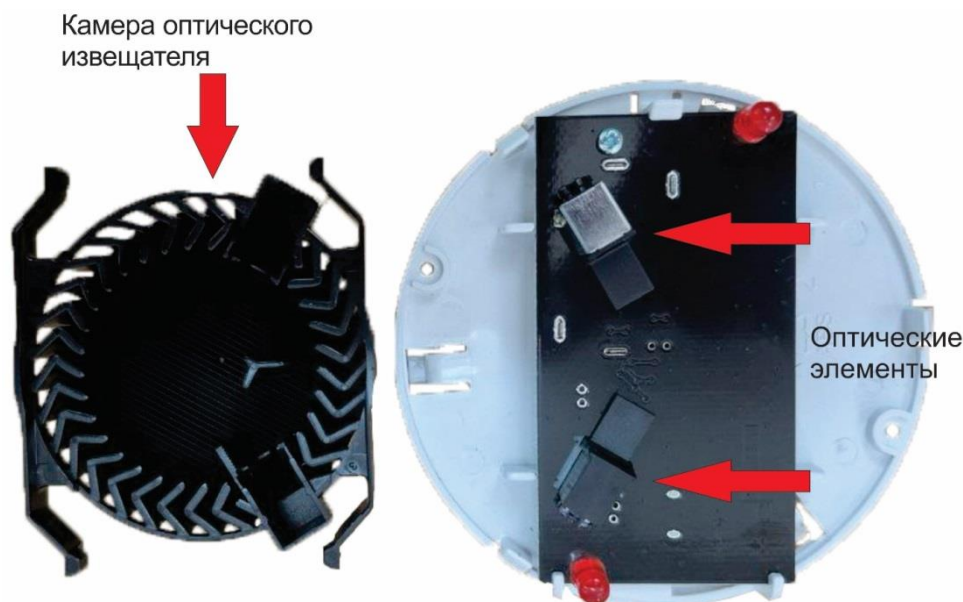

Рисунок 3
6. Протереть сухой кистью или продуть воздухом от пыли плату и оптические элементы (рис. 3). Корпус камеры продуть воздухом, а при необходимости и промыть решётку дымовой камеры водой с моющим средством до удаления налёта. После промывки – просушить камеру воздухом.